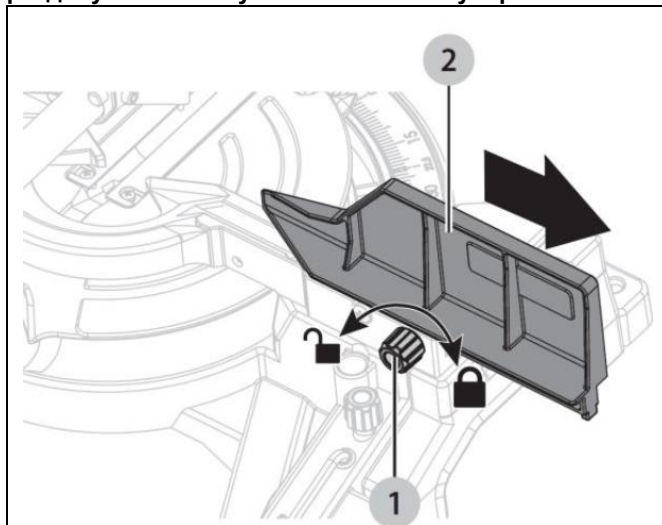

Рисунок 15
5.3 Удлинение и снятие подвижной планки упора (Рис. 15)